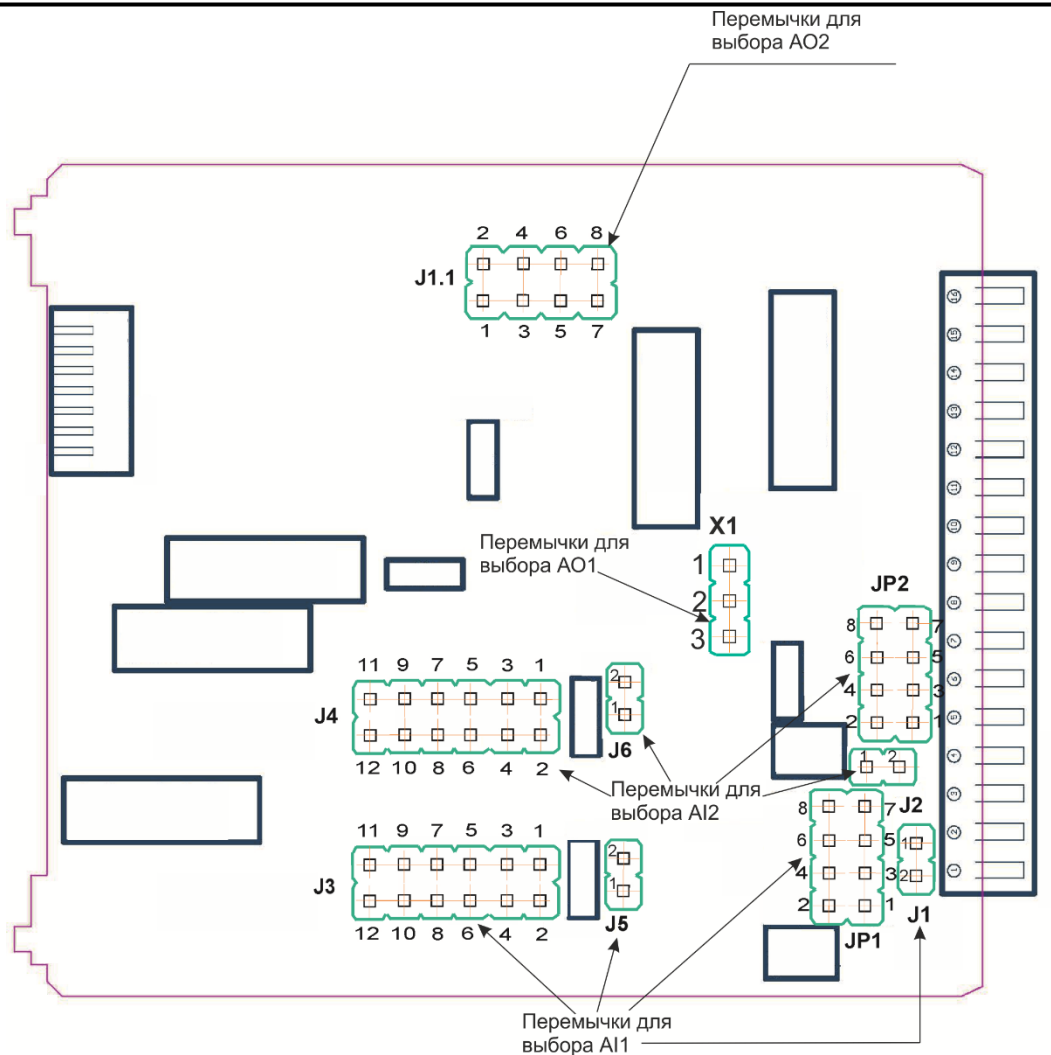

Рисунок 4.7.1– Положення перемичок на платі входів
- встановити положення переминок на модулі універсальних входів у положення згідно з вибраним типом вхідного сигналу (таблиця 4.7.1, рисунок 4.7.1).
Діапазон аналогових виходів AO1 і AO2 налаштовується перемичками X1 і J1.1 відповідно (див. рисунок 4.7.1) на модулі універсальних входів/виходів. Типи вихідного сигналу та відповідні положення перемичок наведені у таблицях 4.7.2 та 4.7.3.